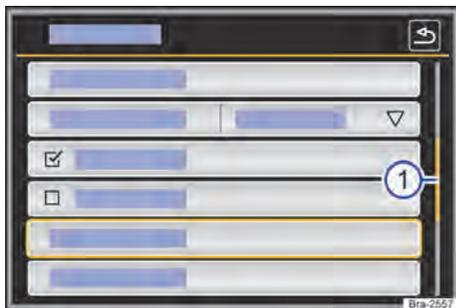

Fig. 101 Representação esquemática: entradas da lista no menu de configurações.
As entradas de lista podem ser acessadas pelo toque direto no display ou por meio do botão de rolagem → Fig. 101 ④.
Se em uma exibição de lista houver mais registros selecionáveis do que podem ser visualizados, são mostradas superfícies de função para a rolagem ou uma barra de rolagem à direita na imagem → Fig. 101 ①.